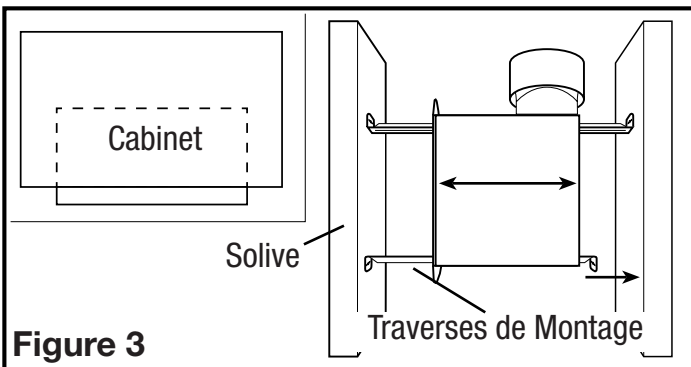
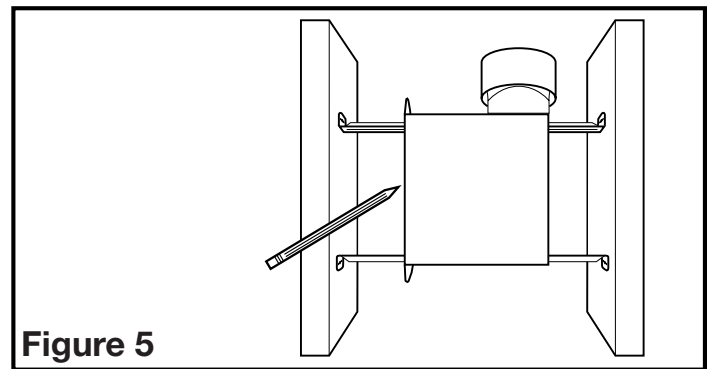

Figure 3
Figure 5
1. **Installation des Traverses de Montage :** installer les traverses sur le châssis et positionner le châssis près de la solive. En utilisant le guide sur le châssis du ventilateur, aligner le châssis pour qu'il soit à effleurement avec le plafond fini. Fixer les extrémités des traverses avec des clous ou des vis (non-comprises) aux solives et glisser le châssis à sa position finale (**Figure 3**).
1. **Installation des Traverses de Montage :** placer le châssis en position entre les solives et tracer un contour sur le matériau du plafond (**Figure 5**). Mettre le châssis de côté et découper l'ouverture, en prenant soin de ne pas couper ou endommager des câbles électriques dissimulés ou autres utilités. Installer les traverses sur le châssis et positionner le châssis dans le trou percé précédemment afin qu'il soit à effleurement avec le plafond fini. Fixer les extrémités des traverses aux solives (**Figure 3**).
1. Raccorder le conduit au collet de conduit du ventilateur (**Figure 5**). Fixer en place à l'aide de ruban ou de serre-joint. Toujours évacuer le ventilateur vers l'extérieur au travers de chapeau mural ou de toit.